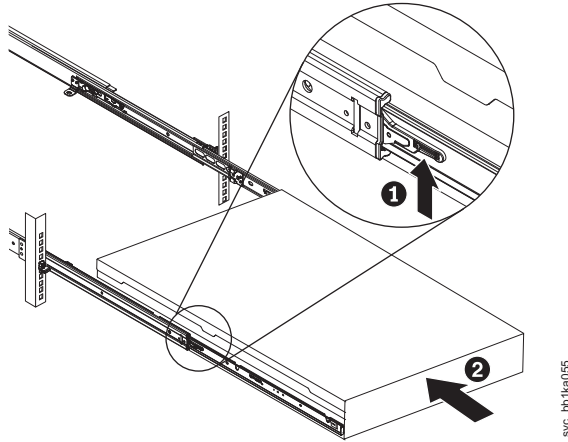

図 280. ラックのスライド・レールの ロック・レバーを上げる
11. スライド・レール上のロック・レバー (371 ページの図 280 の **1**) を上げて、サーバー **2** を、所定の位置にカチッと音を立てて収まるまで、ラック内に完全に押し込みます。